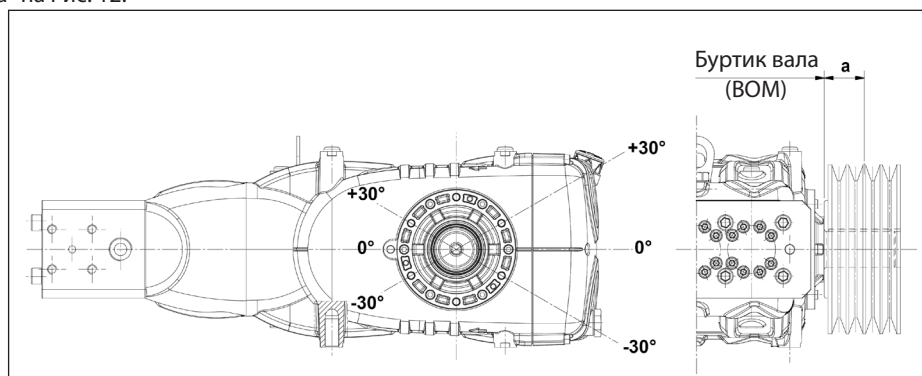

Рис. 12
Радиальная нагрузка на вал не должна превышать 7500 Н (значение, необходимое для определения компоновки). Передача считается подходящей в том случае, если данная нагрузка прилагается на максимальном расстоянии **a=40 мм** от буртика вала (ВОМ), как указано на Рис. 12.
- б) Пользуйтесь ремнями с высоким КПД, например, **XPB** вместо **SPB**, поскольку в этом случае потребуется меньшее количество ремней при одинаковой передаваемой мощности, что в свою очередь сократит расстояние между результирующей силой и буртиком вала (BOM) "а" на Рис. 12.
- д) Натягивайте ремень в направлении, указанном на Рис. 12, при необходимости обращайтесь в **технический отдел** или **сервисную службу**.